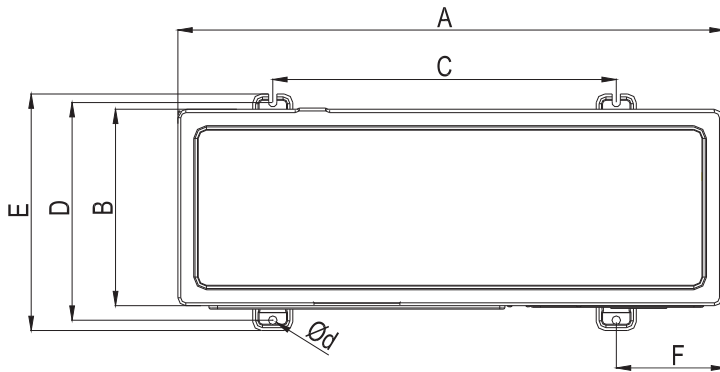

Imagen4.2 La posición de los pernos de anclaje
- (3) Ajuste la unidad externa como en la Imagen 4.2.
- (4) Asegúrese de ajustar la unidad externa de manera firme y horizontal para evitar que haga ruido cuando la máquina esté oblicua o inclinada por una fuerte briza o un terremoto.
- (5) No drene el agua en lugares públicos para evitar resbalones.